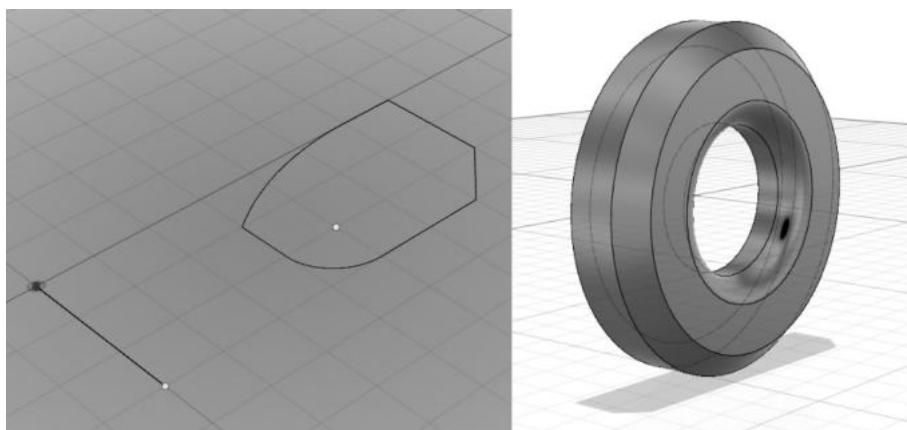

Abb. 1.28: 2D-Skizze und DREHEN
- DREHEN – Ein ebenes Profil wird um eine Achse rotiert (Abbildung 1.28).